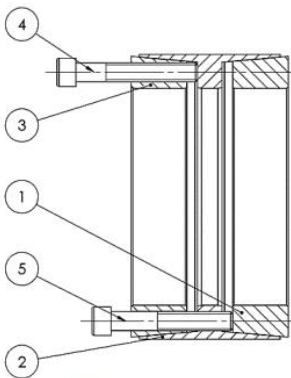

Fig. 1 - Posição de trabalho dos parafusos extratores
3. Considerando as suas características construtivas e pelo fato de ser um anel autocentrante, é necessário remover alguns parafusos do ponto de fixação e inseri-los equidistantes nas roscas de extração (pelo menos 3 pos. 4 – Fig. 1 e 3 pos. 5 – Fig. 1), de forma que tenhamos o igual número de parafusos na rosca de extração da lateral frontal e do anel externo. Os parafusos devem ser roscados até que sejam encostados nas superfícies de apoio. Este procedimento tem por objetivo fazer com que o conjunto seja inserido por
4. igual no alojamento, evitando-se a movimentação axial das laterais frontais e traseiras (Fig. 1), o que resultaria na deformação e travamento do anel;